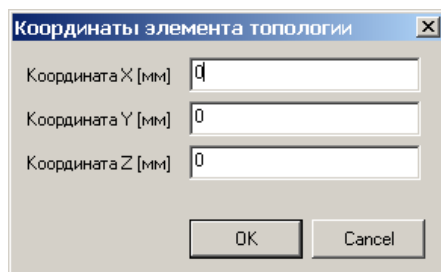

Рис. 3.3.5. Установка топологических координат элемента
- установить в открывшемся диалоговом окне (рис. 3.3.5) топологические координаты в [мм] для выделенного элемента по осям X, Y, Z, например (0, 0, 0);